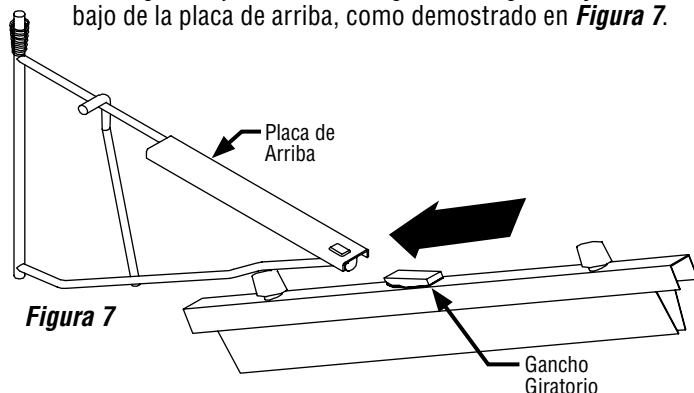

Figura 7
- 1** Con la punta abierta del gancho giratorio mirando al soporte, sostenga la sujetadora a un ángulo de 15 grados y deslícelo bajo de la placa de arriba, como demostrado en **Figura 7**.